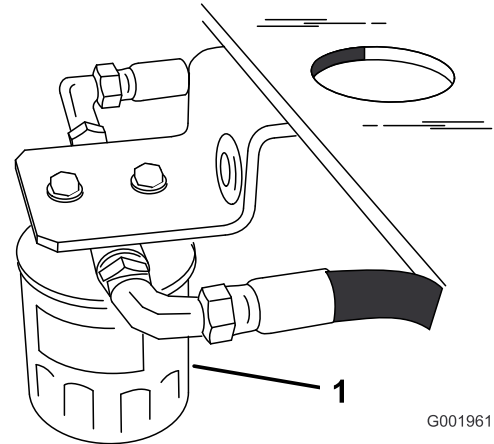

Bild 47
- Stellen Sie eine Auffangwanne unter den Filter unter dem Kraftstofftank (Bild 47).
- Entfernen Sie den Altfilter und wischen die Dichtfläche am Anbaustutzen (Bild 47) ab.